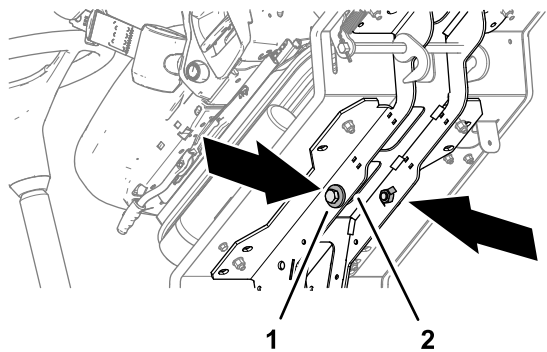

Figura 40
3. Inclina la plataforma hacia delante y retire los 2 pernos de 12 x 40 mm y las 2 arandelas de 12 mm almacenados en los raíles de soporte de la plataforma (Figura 40).